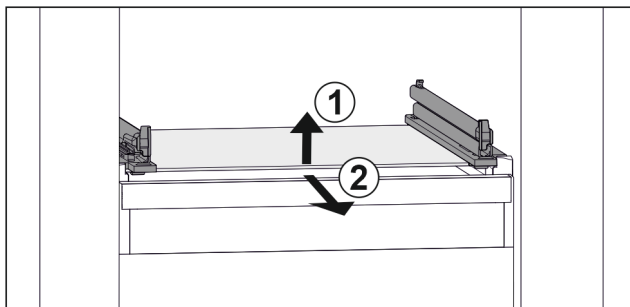

Fig. 112 Příklad znázornění skleněné desky
- ▶ Nadzvedněte skleněnou desku vpředu. Fig. 112 (1)
- ▶ Vyjměte skleněnou desku dopředu. Fig. 112 (2)